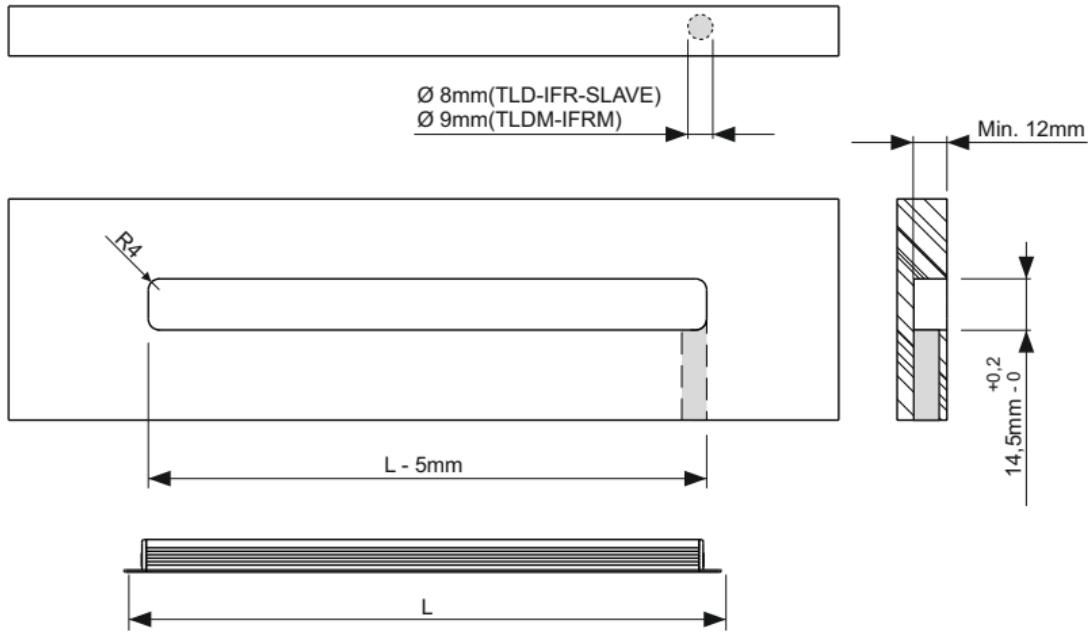
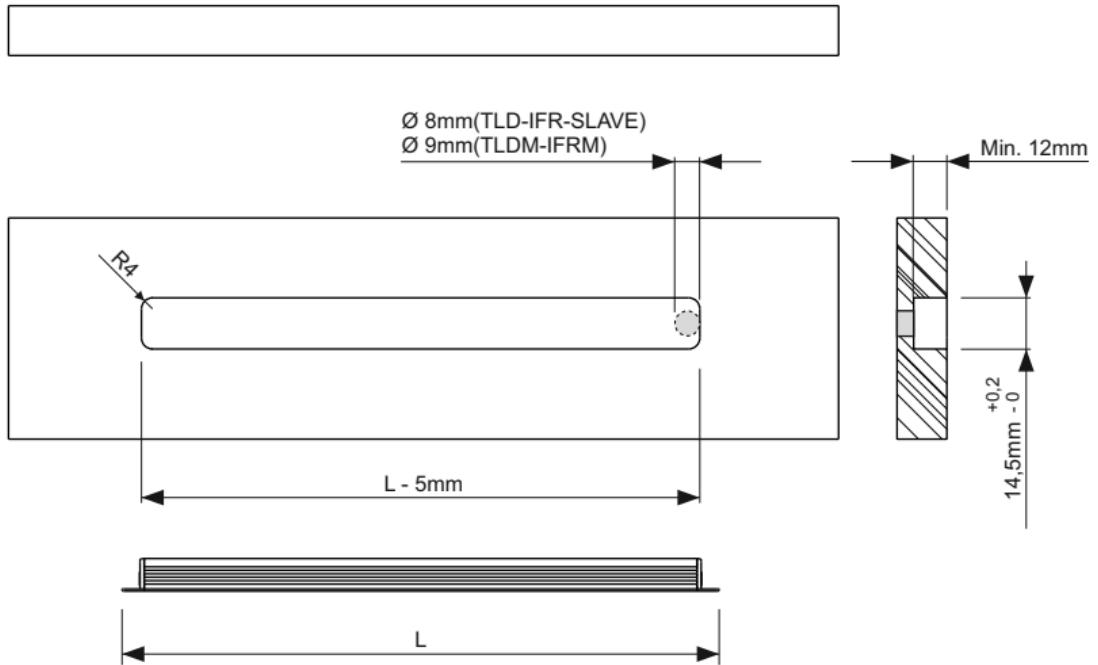

Fig 1
Fig 2
- Le figure 1, 2 e 3 rappresentano degli esempi di installazione del **DIVA-SUNCITY**. Le quote sono indicative perché possono variare in funzione dell'applicazione e del materiale da cui è composto il piano di installazione. I due esempi si differenziano per la posizione del foro di uscita del cavo, tuttavia è possibile eseguire tale foro anche in altre posizioni a seconda dell'esigenza del cliente, in base al tipo di applicazione.
- **DIVA-SUNCITY** può essere installato con il cavo di alimentazione in posizione assiale (fig. 1) o radiale (fig. 2) rispetto al piano di montaggio. Per installazioni con il cavo di alimentazione in posizione assiale praticare un foro di  $\phi \geq 8\text{mm}$  per i modelli TLD, IFR, SLAVE e di  $\phi \geq 9\text{mm}$  per i modelli TLDM e IFRM come indicato nell'esempio in figura 1.
- The **DIVA-SUNCITY** can be installed using the lighting profile power cable in axial (figure 1) or radial (figure 2) position with respect to the assembly plan. For installations with the power cord in an axial position to drill a hole diameter of  $\varnothing \geq 8\text{mm}$  for TLD, IFR, SLAVE models and diameter  $\varnothing \geq 9\text{mm}$  for TLDM and IFRM models as in the example shown in Figure 1. For installations with the power cord in radial position to drill a hole on the  $\varnothing \geq 8\text{mm}$  mounting plan for the TLD, IFR, SLAVE models and diameter  $\varnothing \geq 9\text{mm}$  for TLDM and IFRM models as shown in the example in Figure 2. In terms of specific requirements, it is possible to drill the power cable outlet hole in other positions, provided they do not affect the integrity of the cable and/or connector installed on it.